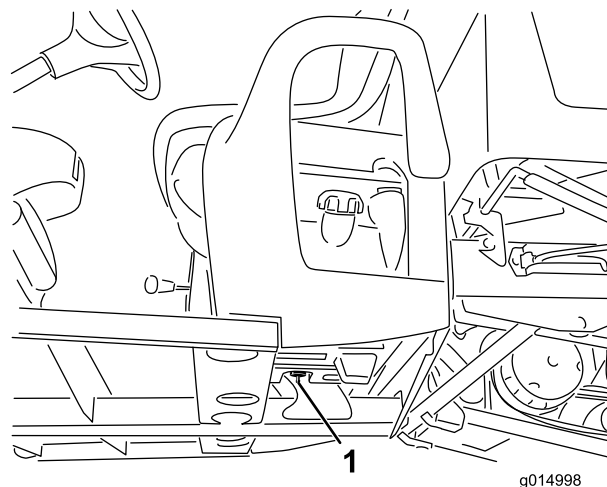

Figure 25
4. Vérifiez par l'ouverture du filtre à air que la cartouche de charbon actif est propre et exempte de débris et d'obstructions (Figure 25).